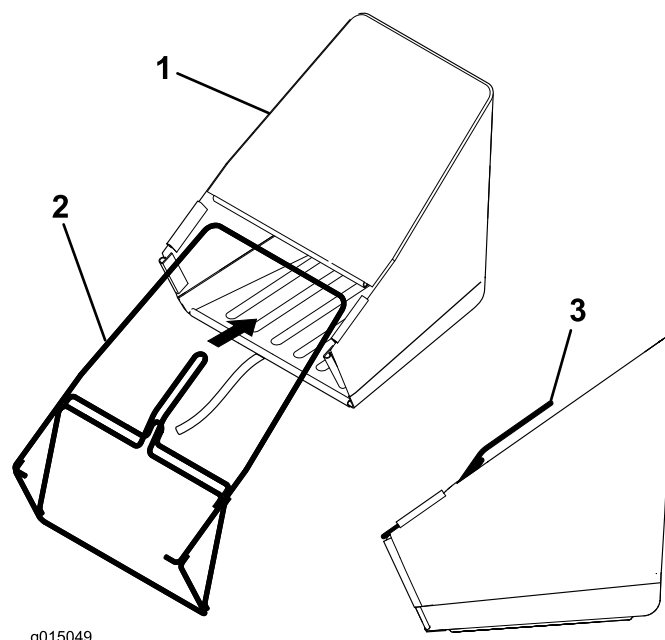

Figure 3
1. Glissez l'armature du bac dans le bac, en plaçant la poignée au-dessus de la toile (Figure 3).